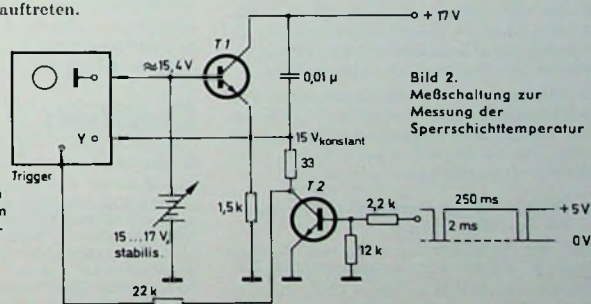
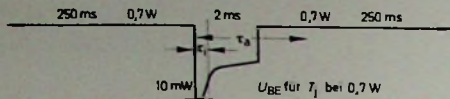

Bild 2. Meßschaltung zur Messung der Sperrschichttemperatur
Bild 3. Impulsverlauf des Emittierstromes von T1
2. Man heizt den Transistor mit einer bestimmten, möglichst großen Leistung auf und mißt dann kurzzeitig (indem pulsförmig der Kollektorstrom reduziert wird) U_{BE} mit den gleichen Bedingungen wie bei der Aufnahme der $U_{BE} = f(T_J)$ -Kennlinien (Bild 2). Der Oszillograf für die Messungen muß entweder eine definierte (konstante) Nullpunktunterdrückung haben (Tektronix mit Einschub Typ „W“), oder der Nullpunkt muß mit einer von außen einzuspeisenden Gleichspannung, deren Wert bekannt ist, unterdrückt werden. Gemessen wird die niedrigste Spannung (Spitze). Die innere Wärmezeitkonstante τ_i kann dabei ebenfalls bestimmt werden (Bild 3). Das Verhältnis der Belastungszeit zur Meßzeit soll möglichst größer als 100 gewählt werden (DIN 4/729). Das ist besonders wichtig, wenn der Transistor mit Kühlkörper gemessen wird, weil dadurch die äußere Wärmezeitkonstante τ_a
Mit der Meßschaltung nach zum Beispiel Bild 2 wurde U_{BE} gemessen und entsprechend aus Bild 1 $U_{BE} = f(T_1)$ dann T_1 entnommen.